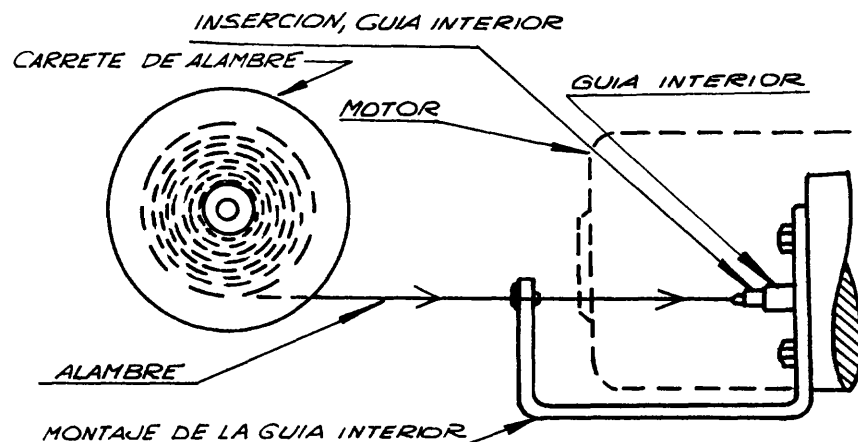

Fig. 2
- ___ a Introduzca el alambre a través de la guía (fig. 2).